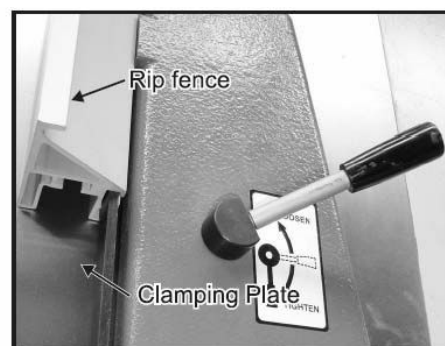

Fig. 14
6. Навинтите на корпус продольной линейки запорные ручки (см. рис. 14), а затем, не затягивая, установите ручку тонкой регулировки.
8. Сдвиньте алюминиевую линейку для продольных распилов на прижимную пластину (см. рис. 14) и зажмите ее с помощью ручки, установленной наверху корпуса линейки.
9. Вращением гаек, расположенных с внешней стороны стола, отрегулируйте линейку для продольных распилов относительно кромки подвижной каретки и добейтесь параллельности между кромкой линейки и поверхностью подвижной каретки (см. рис. 14),